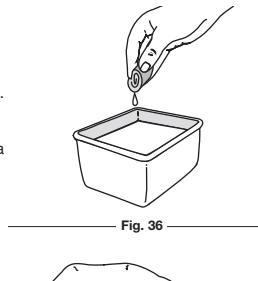

Fig. 36
- Lave el filtro con agua y detergente (Fig. 36). Enjuague bien el filtro. Escurre el exceso de agua. Déjelo secar por completo.